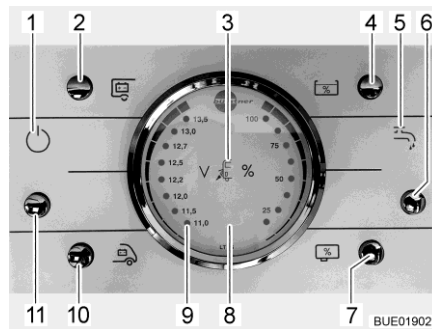

Bild 184 Panel LT 96
Knappen (Bild 184,11) kopplar till och från panelen och 12 V-försörjningen till bodelen.
Slå på: ■ Tryck på knappen (Bild 184,11): 12 V-försörjningen för bodelen är påslagen. Kontrollampan (Bild 184,1) lyser.
Slå från: ■ Tryck på knappen (Bild 184,11): 12 V-försörjningen för bodelen är avstängd. Kontrollampan (Bild 184,1) slocknar.
På instrument V/Tank (Bild 184,8) beakta vänstra skalan. Instrumentet belyses automatiskt, så snart en knapp trycks.
Indikeringar: ■ Tryck på knappen (Bild 184,10): Startbatteriets spänning visas.
■ Tryck på knappen (Bild 184,2): Bodelsbatteriets spänning visas.
På instrumentet V/tank kan vattennivån och avloppsvattennivån avläsas. På instrument V/Tank (Bild 184,8) beakta den högra skalan. Instrumentet belyses automatiskt, så snart en knapp trycks.
- Tryck på knappen (Bild 184,4): Vattenvolymen visas.
- Tryck på knappen (Bild 184,7): Avloppsvattenvolymen visas.
Slå på: ■ Tryck på knappen (Bild 184,6): Vattenförsörjningen är aktiverad. Kontrollampa vattenpump (Bild 184,5) tänds.
Slå från: ■ Tryck på knappen (Bild 184,6): Vattenförsörjningen är avstängd. Kontrollampa vattenpump (Bild 184,5) släcks.
Den röda varningslampan "ALARM" (Bild 184,9) blinkar så snart spänningen i bodelsbatteri har sjunkit till under 11 V (mätning under pågående drift) och risk för djupurladdning föreligger.
Kontrollampan 12 V (Bild 184,1) lyser då huvudbrytaren 12 V (Bild 184,11) är inkopplad.
230 V-kontrollampan (Bild 184,3) lyser när nätspänningen ligger på elblockets ingång.